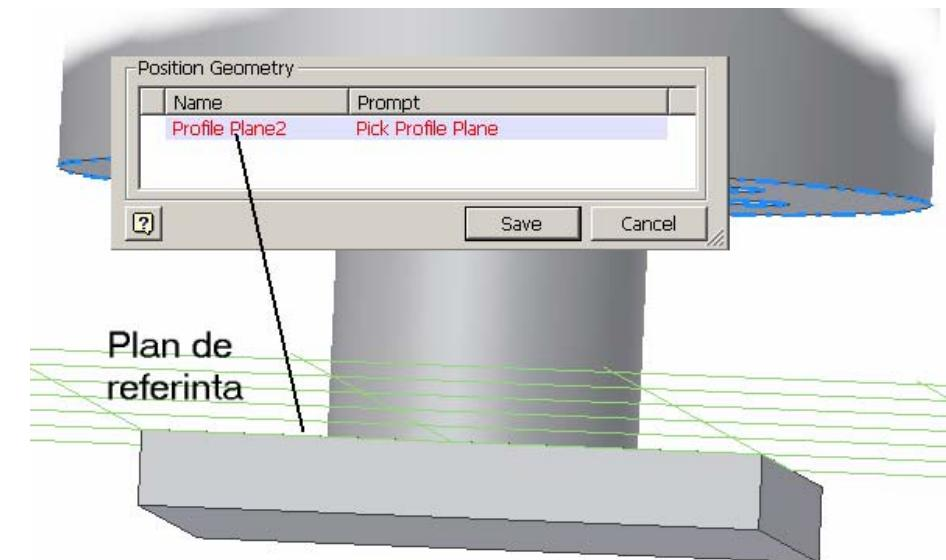

Figura 2.17.30.
- secțiunea **Position Geometry** este populată cu numele planului referință al **iFeature**, adică planul inferior al butucului, care poate fi verificat prin vizualizare, după un click stânga pe numele său, figura 2.17.30.